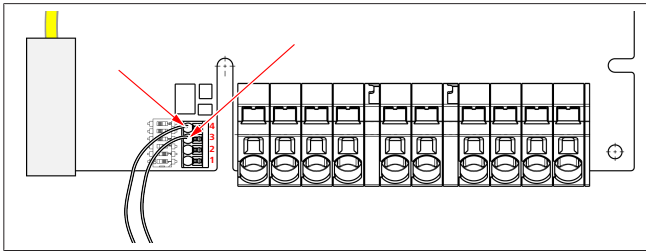

Fig. 9
Il comando potenza attiva secondo la direttiva conforme a VDE AR-4100 dovrebbe essere collegato come descritto di seguito: I due cavi del ricevitore di segnali di comando centralizzati devono essere inseriti in questo connettore in posizione 3 e 4 (v. Fig. 9). L'assegnazione di entrambi i cavi alle pos. 3 e 4 si può scegliere liberamente (sezione max del cavo 1,5 mm²).